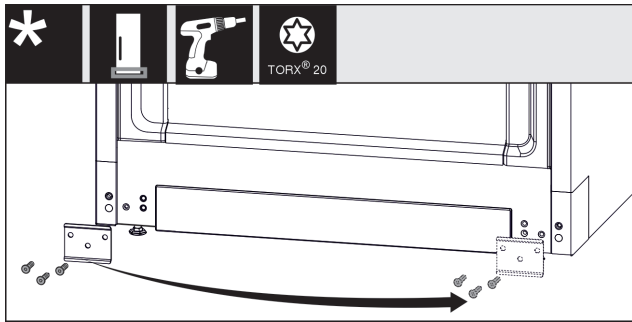

Fig. 15
- Svitare la lamiera Fig. 15 (1), girarla sull'alto lato e riavvitare.